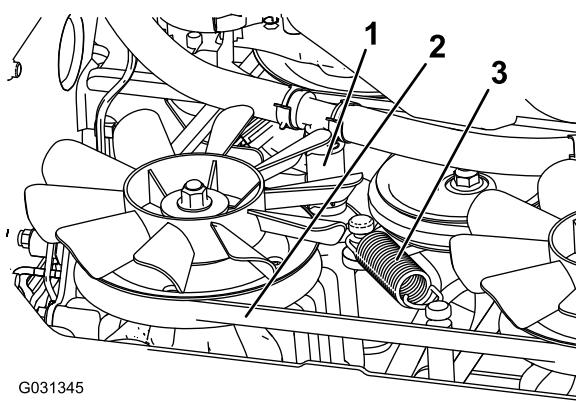

Рисунок 74
5. Снимите нижний гидравлический шланг (Рисунок 74).
6. Снимите пружину натяжения (Рисунок 74).
7. Снимите ремень трансмиссии с муфты и упора муфты (Рисунок 74).